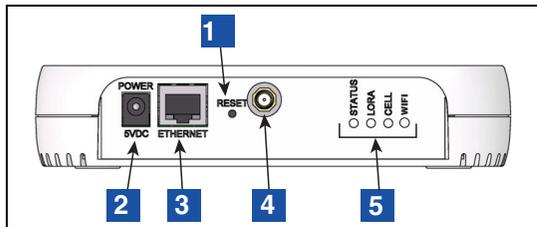

Figura 6. Interfaz del panel del gateway
LEYENDA PARA LOS CUADROS NUMERADOS DE LA FIGURA 6
- Encienda el gateway, observando los indicadores LED de la interfaz del panel del gateway (véase la Figura 6), y espere a que el LED LORA quede encendido de forma fija y el LED STATUS parpadee dos veces. Esto indica que el gateway está listo para su uso. Sin embargo, hacen falta otros 3 minutos aproximadamente después de que los LED del gateway indiquen que está listo para su uso hasta que el ATG reciba la información de identificación/estado del gateway y, a continuación, la registre en él.